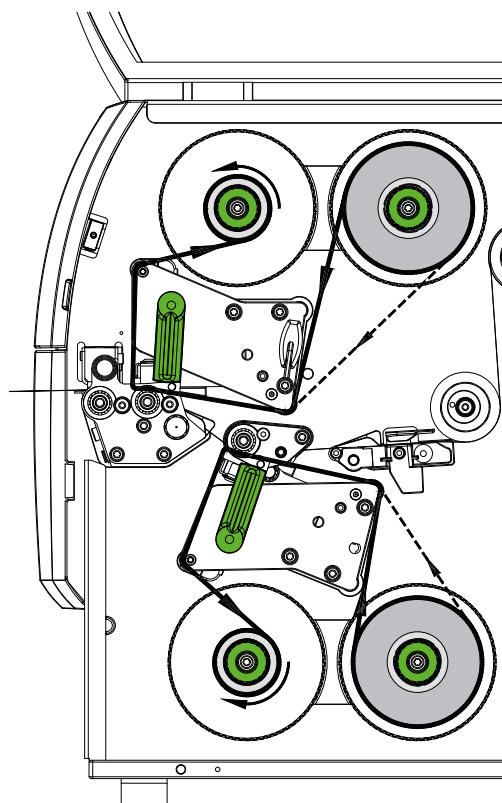

Figure 18 Défilement du ruban transfert
6. Placer un mandrin adapté (4) sur l'enrouleur de ruban (5), le positionner et le fixer comme le rouleau de ruban.
7. Guider le ruban à travers le bloc d'impression comme décrit sur la Figure 18. La ligne continue représente un ruban à encrage interne, celle en pointillée un ruban à encrage externe.
8. Fixer le début de ruban avec une bande adhésive au centre du mandrin (4).